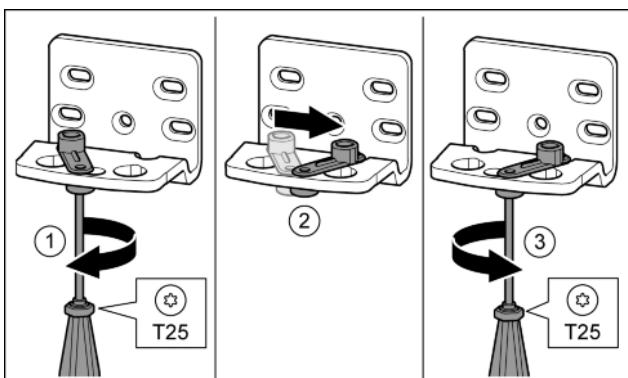

Fig. 15
- Ar skrūvgriezi T25 nenostiprināti pieskrūvējiet skrūvi. Fig. 15 (1)
- Paceliet durvju aizvēršanas palīgierīci un ieskrūvējiet caurumā par 90° uz labo pusī. Fig. 15 (2)
- Ar skrūvgriezi T25 pieskrūvējiet skrūvi. Fig. 15 (3)